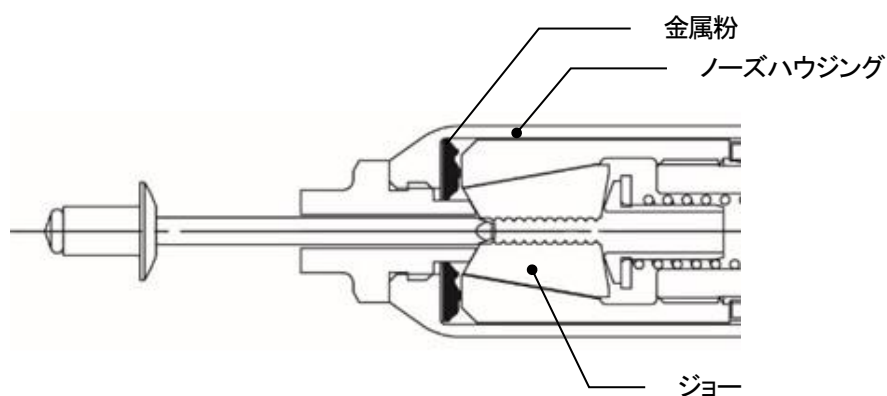

図 7-1
ノーズハウジング内部に金属粉等が堆積するとジョーが全開出来ず、リベットが装着出来なくなります。(図 7-1)
- ① P9 ①②の要領でノーズハウジングを取り外してください。
- ② マイナスドライバー等でノーズハウジング内部に堆積した金属粉等を排除してください。(図 7-1)